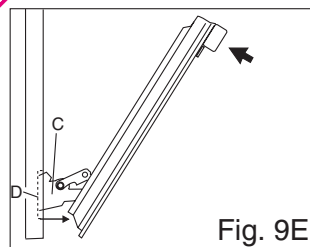

Fig. 9E
- 4) En s'aidant des deux mains, exercer une légère pression de la porte vers l'intérieur, ce qui va permettre aux charnières « C » de se décrocher des œillets « D » (voir Fig. 9E), puis tirer vers soi la porte jusqu'à ce qu'elle se décroche du four.